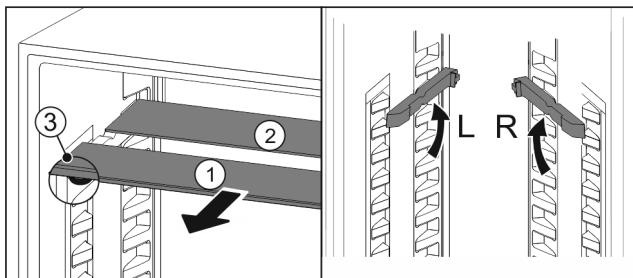

Fig. 31
- ▶ Steklene plošče posamično izvlecite Fig. 31 (1) naprej.
- ▶ Steklena plošča Fig. 31 (1) z okrasno letvijo je spredaj.
- ▶ Zaustavljalniki Fig. 31 (3) so obrnjeni navzdol.